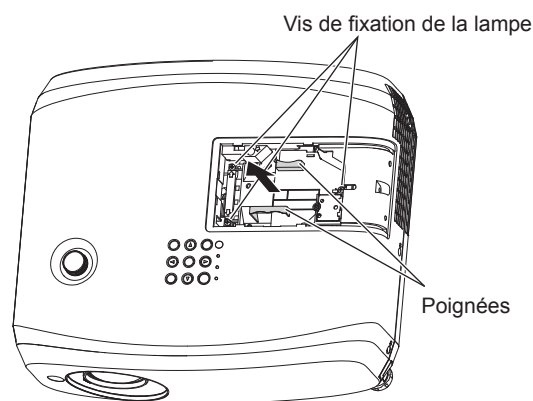

Fig. 2
3) Retirez le filtre à air. (Fig. 2)
2) Séchez le filtre à air. (Fig. 2)
3) Retirez la lampe. (Fig. 2)